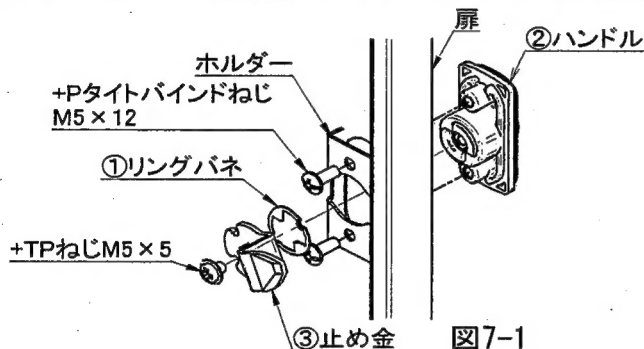

図7-1
- (1) リングバネ①はハンドル②と止め金③との間にに入れてください。[図7-1]